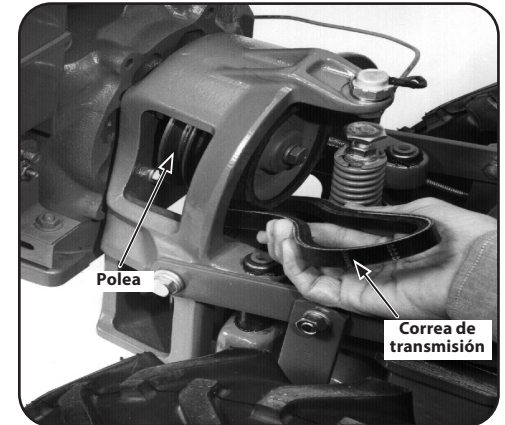

Figura 5-28
6. Empuje la palanca de Ruedas/Dientes/Transmisión de la PTO hacia abajo hasta la posición FORWARD (avance). Esto aumenta la distancia entre las poleas superior e inferior. A continuación, eleve y tire de toda la correa para sacarla de entre las poleas. Consulte la Figura 5-28.
8. Apriete la correa en el medio e inserte un extremo entre las poleas. Consulte la Figura 5-28.